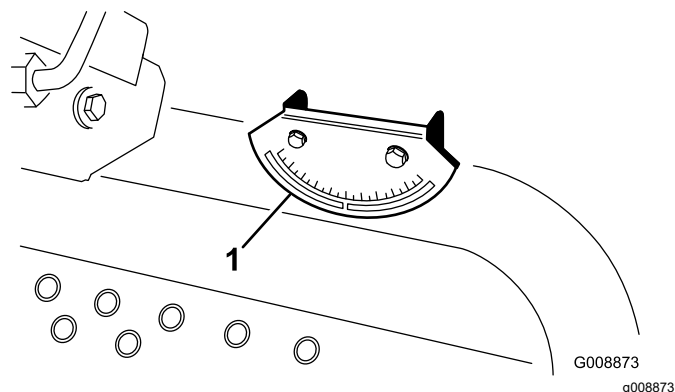

Figura 7
4. Controllate l'indicatore di pendenza montato sul tubo di sterzo della macchina (Figura 7).